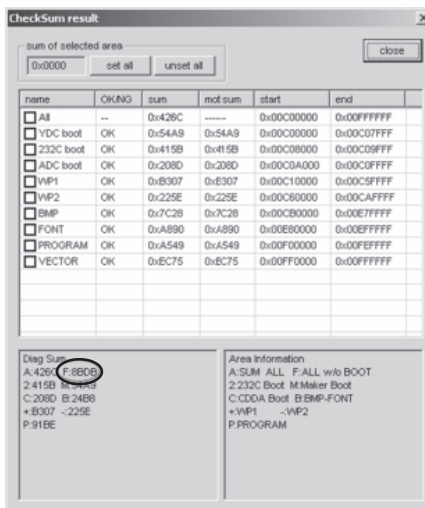

Fig. 11
j. When writing is completed, the checksum is displayed in the box located at the lower left of "Checksum result" (F : XXXX). (Fig. 11)
j. 書き込みが完了すると“Checksum result”の左下BOXにチェックサムが表示されます(F:XXXX)。 (Fig. 11) 本体のダイヤグを起動しチェックサムの値 (F:After boot area)と同じであることを確認します。